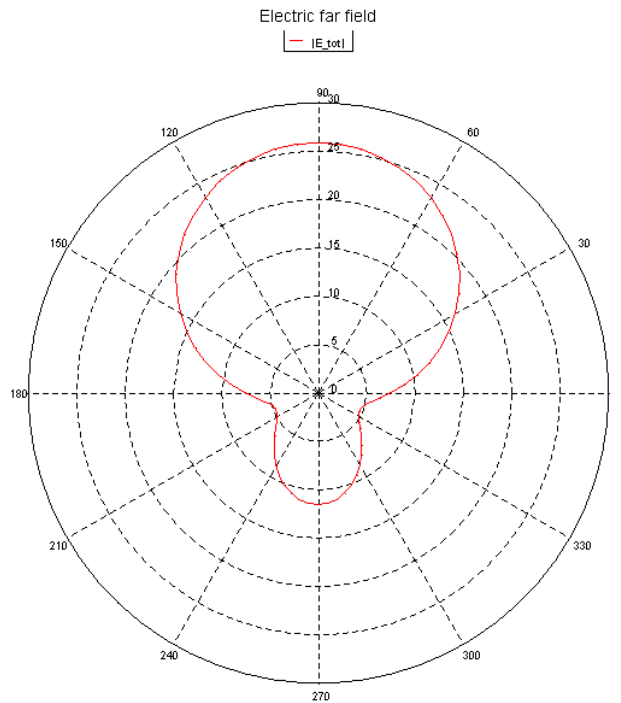

图 7-155 $\varphi = 90^\circ$ 的电场远场图
(3) 观察结果。 $\varphi = 90^\circ$ 的电场远场图如图 7-155 所示。